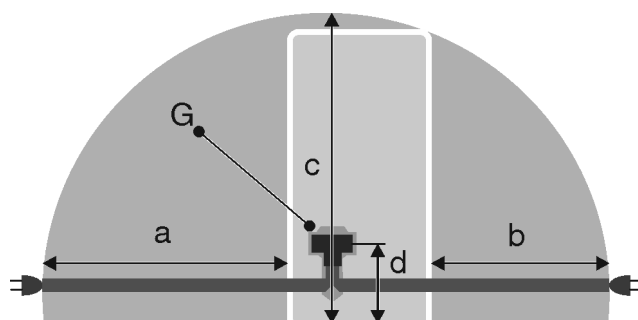

Fig. 48
- Steckdose liegt außerhalb des Geräterückseitenbereichs im gegebenen Bereich *Fig. 48 (a, b, c)*.
- Gerätestecker *Fig. 48 (G)* auf der Rückseite des Gerätes einstecken. Auf richtiges Einrasten achten.